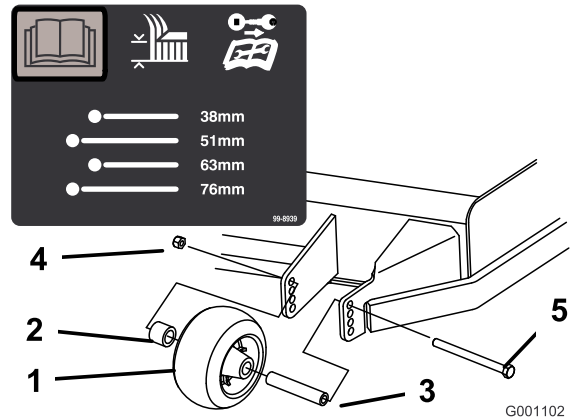
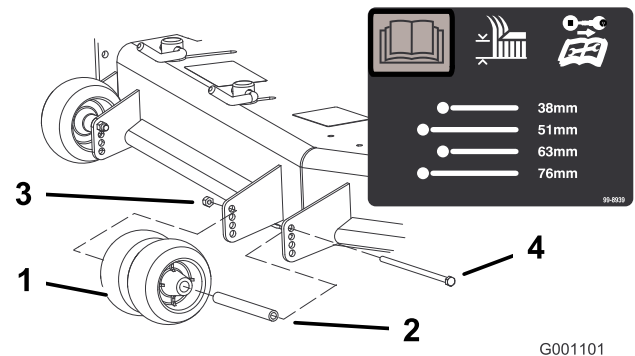
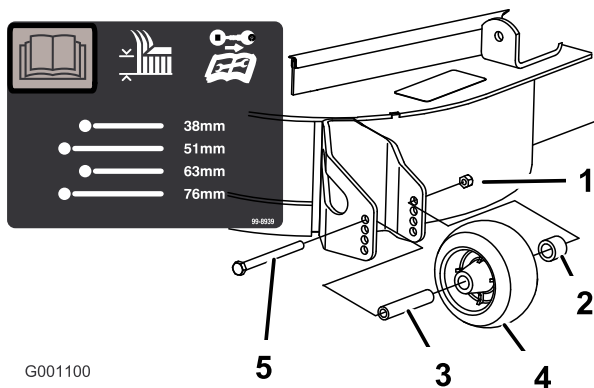

Figura 20
Figura 21
Figura 22
3. Dopo avere regolato l'altezza di taglio, regolate i rulli togliendo il dado flangiato, la boccola, il distanziale ed il bullone ((Figura 20, Figura 21 e Figura 22).
Nota: I due rulli centrali sono privi di distanziale (Figura 21).
5. Montate il dado flangiato, la boccola, il distanziale ed il bullone. Serrate a 54-61 Nm (Figura 20, Figura 21 e Figura 22).